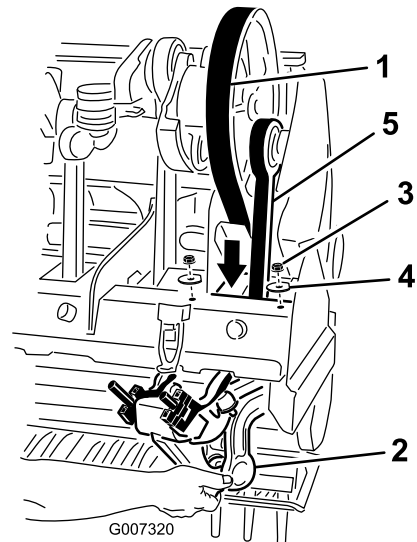

Figura 34
5. Allentate e togliete i due (2) dadi di bloccaggio e rondelle che assicurano l'ammortizzatore Rotalink per il braccio stomper n. 1 (Figura 34).
7. Fate passare la cinghia di trasmissione giù per il telaio della testa di carotatura e attorno all'estremità inferiore del braccio stomper n. 1 (Figura 34).